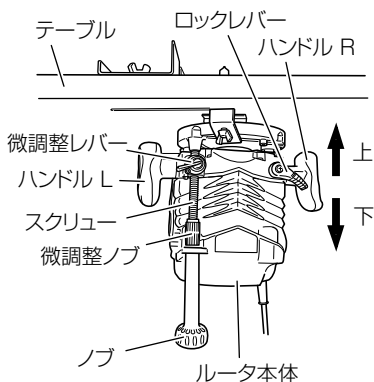

図 40
- ② 微調整レバーを反時計方向に止まるまで回します。(以下図 40)
- ③ ロックレバーをゆるめます。
- ④ ステアの底面部に足をのせ、ルータ本体のハンドル L とハンドル R を握り、ルータ本体を上・下に移動させ、大体の切込み深さを決めます。
- ⑤ 微調整レバーを時計方向に止まるまで回します。
- ⑥ ルータに付属のノブを微調整ノブに取付けます。
- ⑦ 取付けたノブを回して、切込み深さの微調整を行います。
- ⑧ 切込み深さが決まりましたら、ロックレバーを確実に締付けて下さい。
(2) ルータ M 12BA の場合